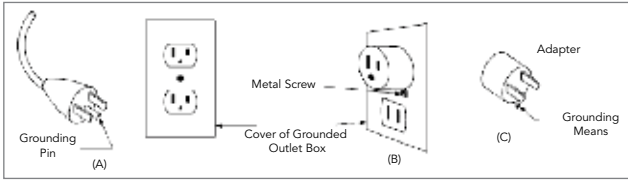

Figure 65.1
- Ce ventilateur chauffant doit être branché sur une prise électrique de 120 V. Le cordon est doté d'une fiche comme celle illustrée par A à la figure 65.1 ci-dessous. Un adaptateur, comme celui illustré par C, permet de brancher une fiche à trois lames avec contact de terre dans une prise à deux trous. La patte verte de mise à la terre qui sort de l'adaptateur doit être reliée à un dispositif de mise à la terre permanent, tel qu'une boîte de sortie correctement mise à la terre. Ne pas utiliser un adaptateur s'il est possible d'utiliser une prise à trois trous mise à la terre.